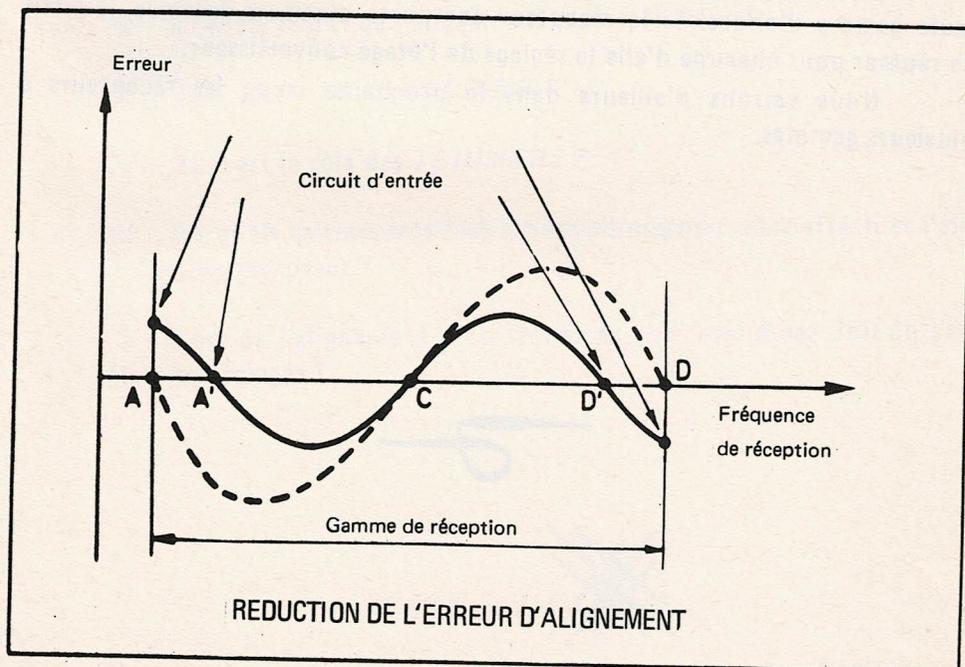

Figure 11
– On règle l'oscillateur local sur les fréquences extrêmes de la gamme, et le circuit d'entrée sur des fréquences légèrement différentes (voir figure 11).
Par conséquent, la courbe qui indique l'erreur d'alignement passera maintenant par ces trois points, comme on le voit *figure 11* sur la ligne tracée en trait continu.
Pour ce type de réglage, il faut connaître non seulement les deux fréquences extrêmes de la gamme, mais aussi les deux fréquences qui correspondent aux points A' et D' de la *figure 11*.